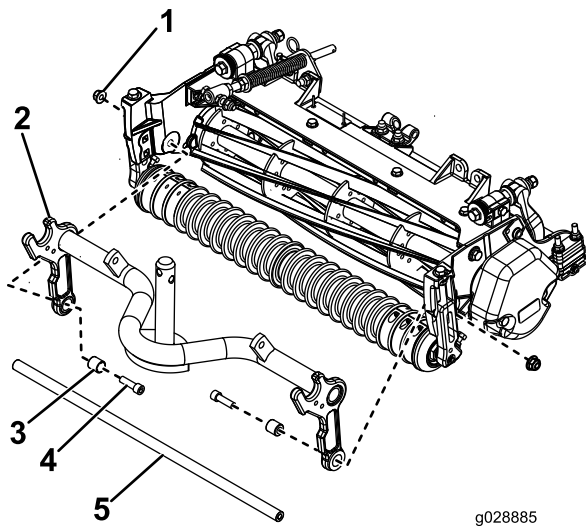

Figure 9
1. Dévissez les 2 boulons à embase qui fixent le tube de support et le bâti porteur du plateau de coupe aux plaques latérales du plateau de coupe (Figure 9). Ne sortez pas complètement les boulons du bâti porteur. Déposez le tube de support.
2. Fixez le bâti porteur au plateau de coupe au moyen de 2 entretoises, 2 boulons (3/8" x 1 1/4") et 2 contre-écrous à embase (3/8") ; voir Figure 9.